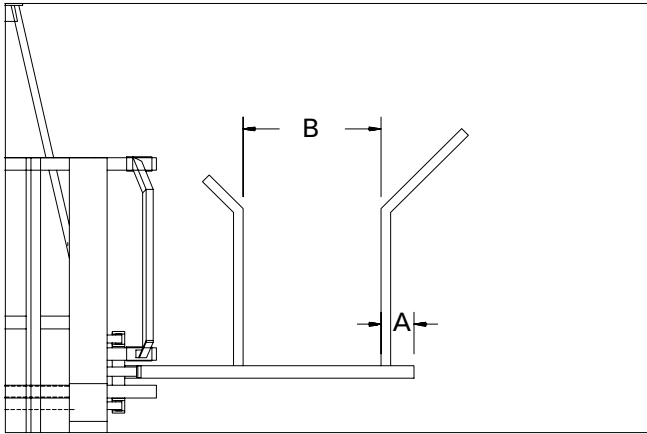

Figure 12
- 1) Ajuster l'ouverture et la position du bras de chargement selon les recommandations (Figure 12). Ajuster la longueur A à 14" et la longueur B à (Diamètre de la balle moins 8" à 10"). Les dimensions données sont un guide et peuvent varier selon la grosseur de la balle, son poids et sa dureté.